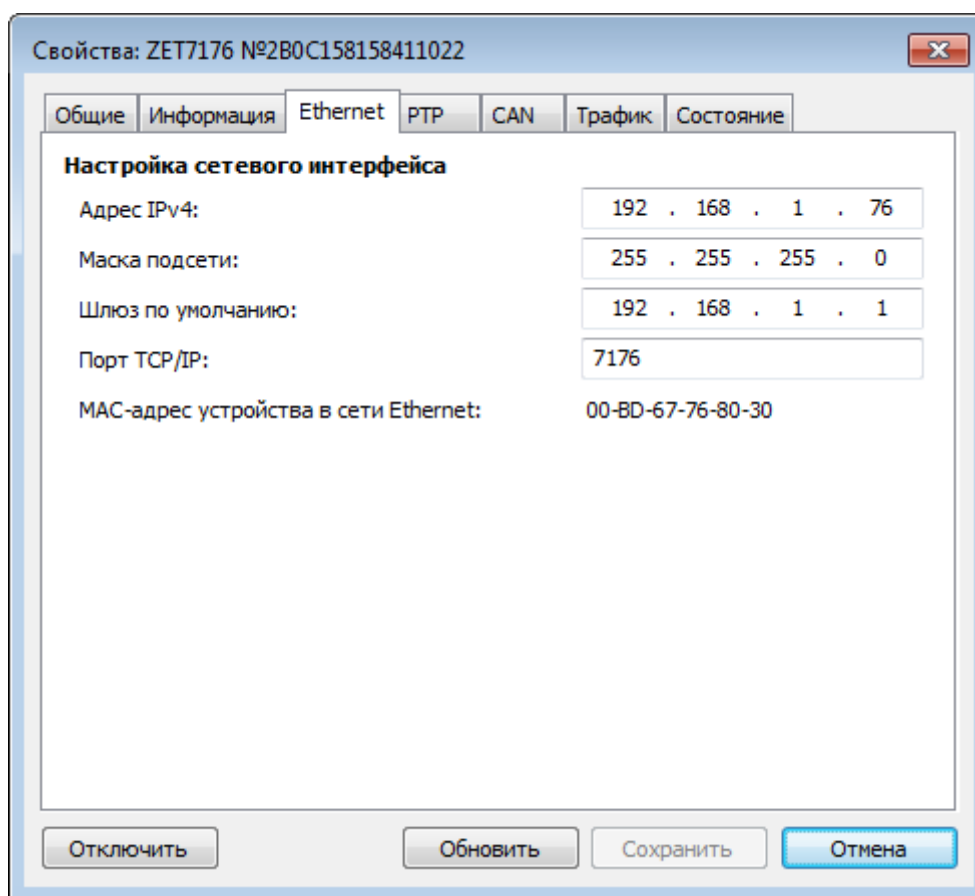

Рис. 2.8 Вкладка «Ethernet»
- во вкладке «Ethernet» в полях «Адрес IPv4», «Маска подсети», «Шлюз по умолчанию» следует задать значения сетевого адреса. Например, для работы в сети класса «С» 192.168.1.0 нужно установить конфигурацию, приведенную на рисунке (Рис. 2.8).